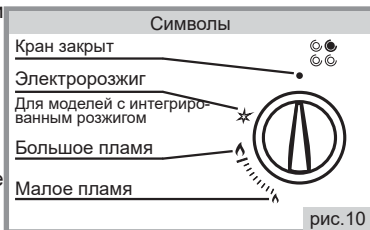

рис.10
■ Положение горелок на столе и символы состояния работы горелок схематично изображено (рис.10) возле рукоятки каждого крана на панели управления.